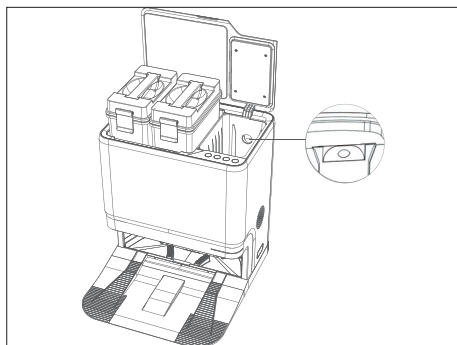

Fig. 16 – Cambio de la bolsa para el polvo
- ▶ Coloque una bolsa para el polvo nueva en el soporte de la cámara tal y como se muestra en la figura (**véase Fig. 16**).